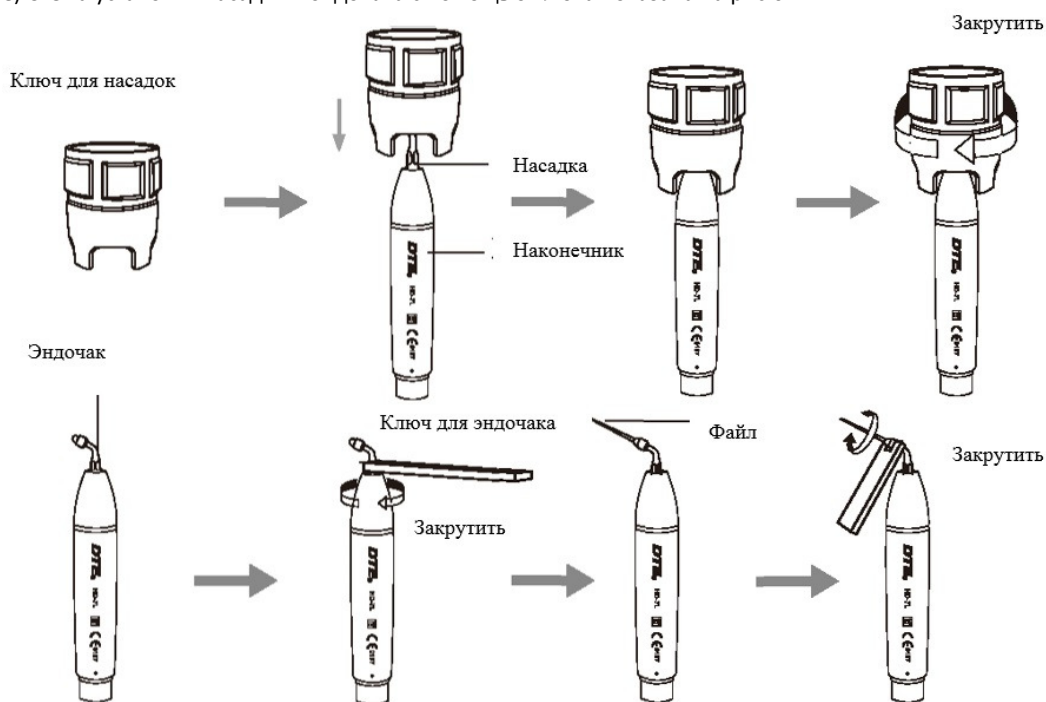

Рисунок 6
е) Схема установки насадки и эндочака с помощью ключа показана на рис.6.
- з) Выберите нужную насадку для удаления зубного камня и плотно прикрутите ее на наконечник с помощью ключа для насадок (рис.6).
2.1.3. Инструкция по применению ключа для насадок (показан на рис. 6)
1) Вставьте насадку для удаления зубного камня в ключ для установки насадок; действуйте в соответствии с рис. 6.
2) Установка насадки: удерживая наконечник в руке, с помощью ключа для насадок поверните насадку в направлении, указанном на рис.6. Сделайте еще оборот, пока насадка не остановится; установка завершена.
а) Установите эндочак на наконечник с помощью ключа для эндочаков (См. рис. 6).